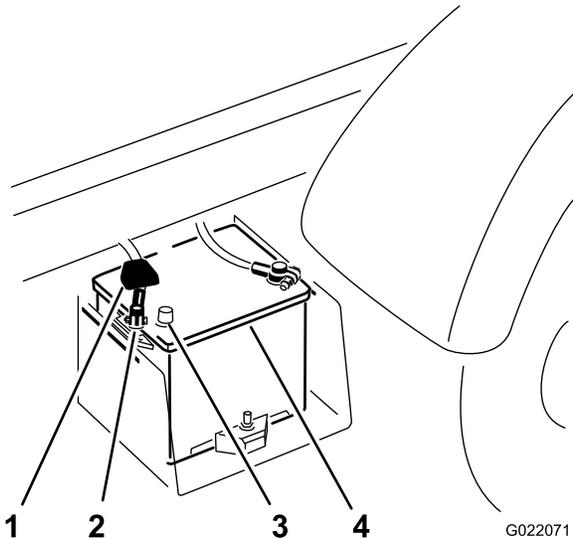

Bild 11
C. Ziehen Sie die Anschlussklemme des Batteriepluskabels vom Batteriepol ab (Bild 11).
- A. Schließen Sie das Pluskabel an die Batterie an (Bild 11).